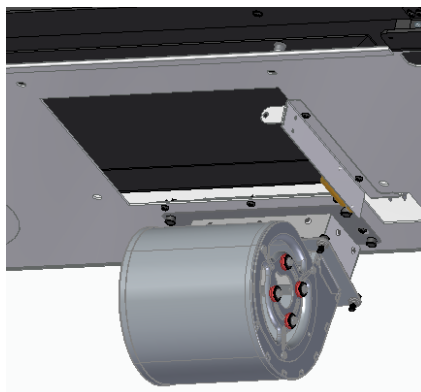

Figura 47 – Fijación del kit de ventilación en las unidades E909 y E809
b. Fijar el kit de ventilación debajo del equipo, en la parte inferior, como se muestra en la imagen, ver Figura 47.